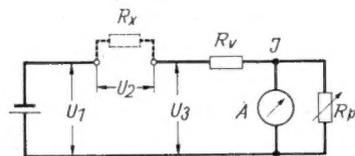
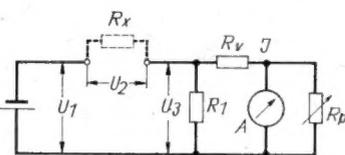
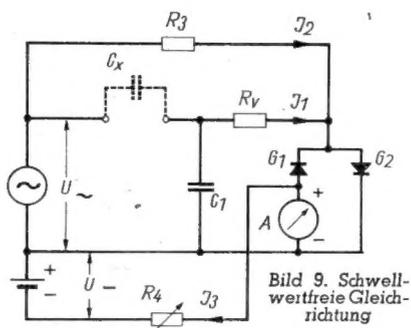

Bild 2. Gebräuchliche Ohmmeterschaltung
Bild 3. Ohmmeterschaltung für kleine Meßbereiche
Bild 9. Schwellwertfreie Gleichrichtung
0 bis  $\infty$  aufweist. Das Gerät arbeitet mit Netzanschluß, so daß ein Auswechseln von Batterien fortfällt. Ein eingebauter magnetischer Spannungsgleichschalter macht es von Netzspannungsschwankungen unabhängig. Die langjährige Erprobung zeigte, daß dieses Gerät für die übliche Fehlersuche in Rundfunkgeräten und in vielen anderen Fällen allein ausreichte, wenn zusätzlich noch einige Meßbereiche zur Prüfung der Gleichspannungspotentiale vorgesehen wurden. In dieser Ausführung wird das Gerät jetzt im Rahmen der „Kleinmeßgeräte-Serie“ vom Laboratorium Wennebostel hergestellt. Bild 2 stellt die gebräuchliche Ohmmeterschaltung dar. Der unbekannte Widerstand  $R_x$  liegt mit einem Vorwiderstand  $R_v$  der Spannungs-
Die Verlagerung des Meßbereiches zu kleineren Widerstandswerten geschieht am besten nach Schaltung Bild 3. Hinzugekommen ist lediglich der Widerstand  $R_1$ . Die Mitte der Skala wird jetzt durch die Parallelschaltung von  $R_1$  und  $R_v$  bestimmt, der Skalenverlauf ist im übrigen der gleiche entsprechend der Formel:
Wird für Messungen mit Wechselspannung zur Anzeige ein Drehspulinstrument mit Trockengleichrichter in der üblichen Weise verwendet, ergibt sich infolge der Spannungsschwelle ein wesentlich ungünstiger Skalenverlauf als für Messungen mit Gleichspannung. Es wurde zunächst versucht, das Anzeigeelement in Art eines Dynamometers mit einem Wechselstrommagneten auszurüsten, der mit 50 Hz gespeist wurde. Es bereitete jedoch Schwierigkeiten, die innere Erwärmung des empfindlichen Systems genügend weit herabzusetzen. Das Ziel einer schwellwertfreien Gleichrichtung wurde dann auf eine andere Weise erreicht, die Bild 9 zeigt. Die Grundschaltung entspricht Bild 3, umgewandelt zur Messung von Kapazitäten.  $R_1$  ist durch einen Kondensator  $C_1$  ersetzt, um sicherzustellen, daß die arithmetische Summe von  $U_2$  und  $U_3 = U_1$  ist, wie es zur Ableitung der Formel (1) Voraussetzung war. Die Gleichrichter  $G_1$  und  $G_2$  werden über den Widerstand  $R_3$  vorbelastet (Strom  $I_2$ ). Der dadurch entstehende Vorausschlag des Instrumentes wird mit einem zusätzlichen Gleichstrom  $I_3$  über den Widerstand  $R_4$  kompensiert. Es entsteht so eine völlig lineare Abhängigkeit der Anzeige von dem Meßstrom  $I_1$ . Voraussetzung für die richtige Wirkung der Vorbelastung ist die Phasengleichheit der Ströme  $I_1$  und  $I_2$ , die bei der dargestellten Schaltung, jedoch nicht bei einer aus Bild 2 entwickelten Schaltung gewährleistet ist. Die Schaltung nach Bild 3 hat noch den besonderen Vorzug, frequenzunabhängig zu sein, so daß bei falscher Netzfrequenz oder durch deren Oberwellen keine Meßfehler entstehen.